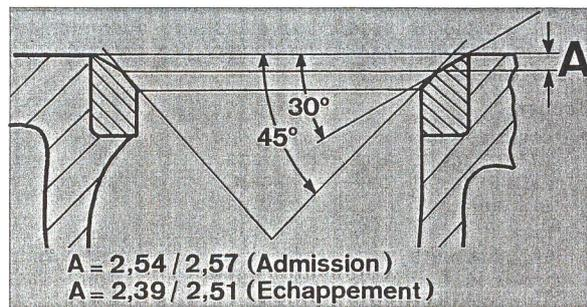

Fig. G7 — Angle de dégagement (Chanfrein à 30°) : admission.
4. Pour les sièges des soupapes d'admission, en se centrant dans l'alésage des guides de soupapes, usiner un chanfrein à 30° comme indiqué figure G7.
(a) Rectifier les sièges rapportés aux cotes indiquées figure G7 et poursuivre par les opérations 5 et 6 ci-dessus.